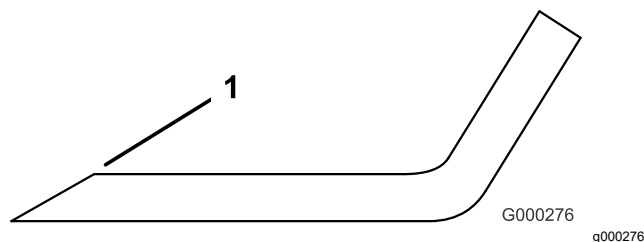

Figure 23
1. Aiguissez le tranchant à chaque extrémité de la lame (Figure 23). Veillez à conserver l'angle